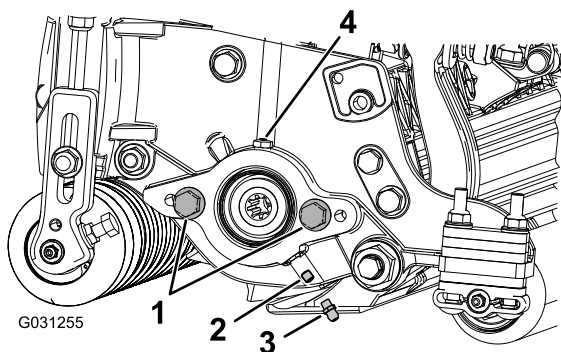

Figure 4
1. Retirez la vis d'assemblage sur la plaque latérale du moteur de cylindre (Figure 4) et mettez-la au rebut.
2. Montez les graisseurs droits (Figure 4).
2. Si la plaque latérale du moteur de cylindre ne comporte pas de vis d'assemblage, mettez-les en place (Figure 4).
5. Graissez la plaque latérale jusqu'à ce que l'excédent de graisse ressorte par l'orifice de graisse (Figure 4).